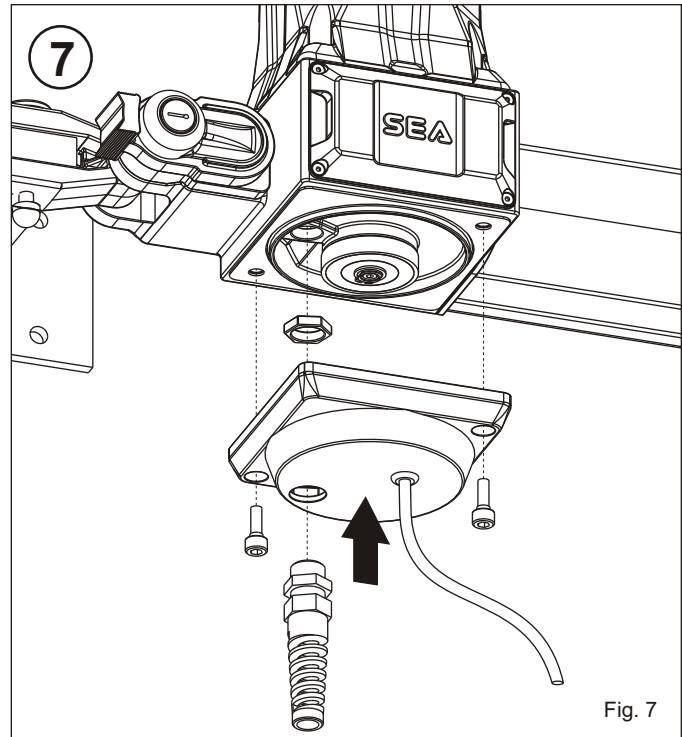

Fig. 7
(I) 7) Fissare il nuovo coperchio inferiore assemblato con le stesse viti esistenti (Fig. 7).
(F) 7) Fixer le nouveau couvercle inférieur assemblé avec le même vis existantes (Fig. 7).
(D) 7) Den neuen und zusammengesetzten unteren Deckel mit den bestehenden Schrauben befestigen (Abb.7).